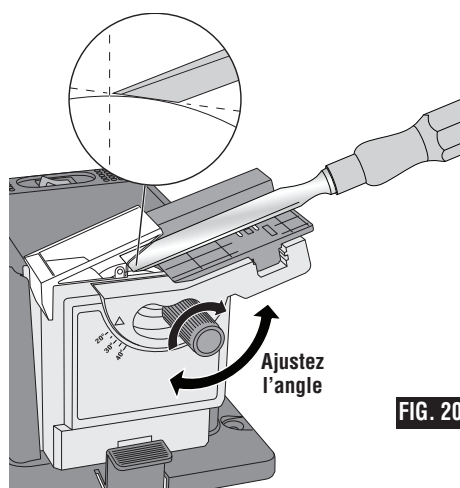

FIG. 20
9. Tout en maintenant d'une main la lame contre la plaque de guide et en soutenant le côté de la lame de l'autre main, déplacez la lame au travers de la meule d'affûtage en utilisant un mouvement de va-et-vient pour commencer à aiguiser (Fig. 20). Utilisez une pression légère et continue. Pour éviter d'endommager la lame, ne la laissez pas immobile sur la meule.